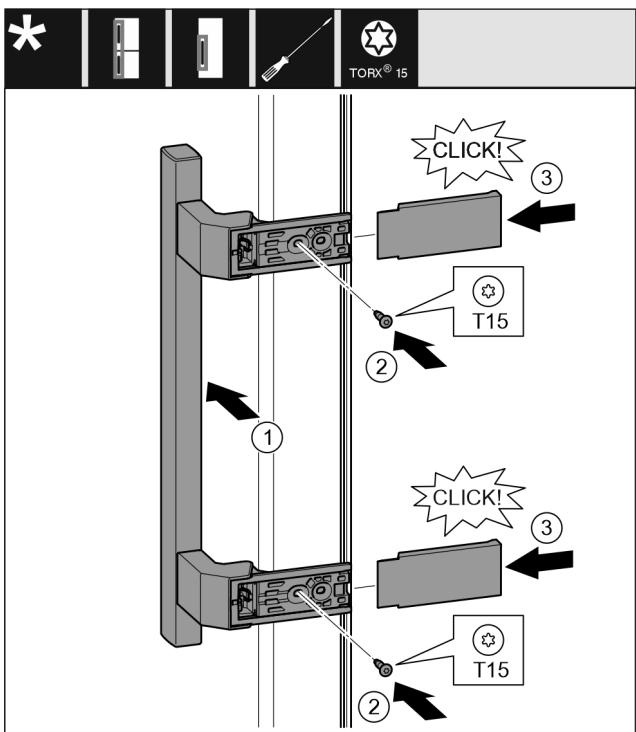

Fig. 12
- Ročaj namestite na nasprotno stran. Fig. 12 (1)
- Trdno privijte vijke z izvijačem T15. Fig. 12 (2)
- Pokrove pristavite ob strani in potisnite gor. Fig. 12 (3)